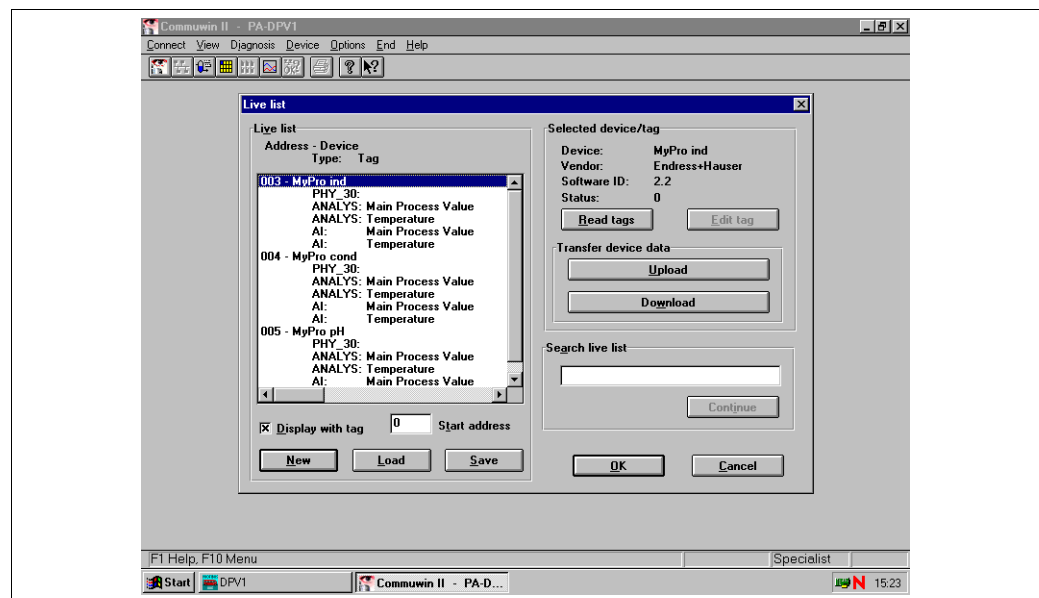

Fig. 41: Live list
2. Creation of live list (Fig. 41)